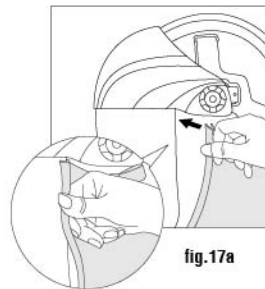

fig.17a
- Trin 1: Indsæt det U-formede forseglingslag i kanten af ansigtsskærmens glas. Brug tommelfingeren til at trykke på kanten af forseglingslaget for at fastgøre det i ansigtsskærmens glas (se fig. 17a).